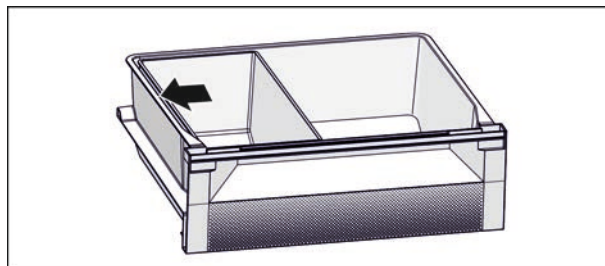

Fig. 6
- ▶ Разместите лоток Fish & Seafood. Изображенная позиция *Fig. 6 ()* обеспечивает оптимальную функцию охлаждения.